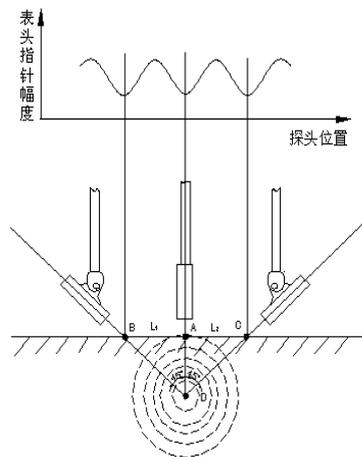

图 4
方法如下：首先用空值法找出路灯电缆路由，此点定为 **A** 点；然后再将探头与探杆旋转成 45 度角，探头下端贴地面并垂直对准路灯电缆的走向，左（右）水平移动。当接收到的信号第一次出现空值，即表针接近零时，记下该点为 **B(C)**，其地面上 **AB (AC)** 点的直线距离就是路灯电缆的埋深 **AD**。一般误差在 $\pm 5CM$ 左右。（见图 4）此方法也叫三角法：